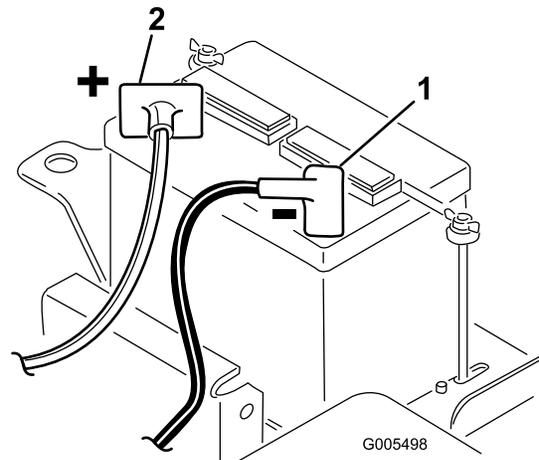

Bild 5
2. Schließen Sie das Pluskabel der Batterie (rot) vom Startermagnet an den positiven Pol (+) der Batterie an (Bild 5). Ziehen Sie es mit einem Schraubenschlüssel an und überziehen Sie die Klemmen/Pole mit Vaseline. Achten Sie darauf, dass das Kabel nicht den Sitz berührt, wenn der Sitz ganz nach hinten gestellt ist, da das Kabel ansonsten abgenutzt oder beschädigt werden kann.